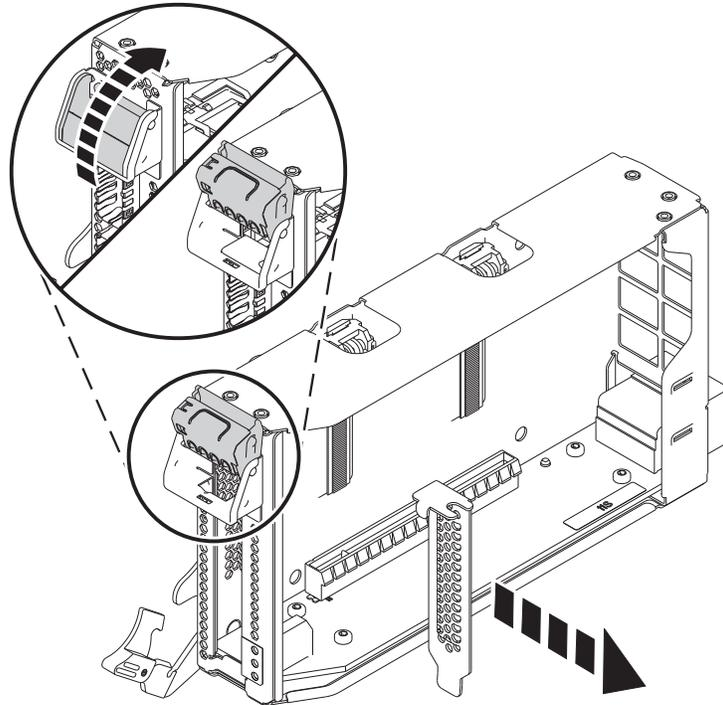

Abbildung 17. Platzhalterelement des PCIe-Adapters aus der Adapterkassette ausbauen
- c. Um das Platzhalterelement der Adapterkassettenhalterung zu entriegeln, drehen Sie die Verriegelung am Ende der Adapterkassettenhalterung der Kassette, wie in Abb. 17 auf Seite 19 dargestellt.
- d. Bauen Sie das Platzhalterelement der Adapterkassettenhalterung aus, wie in Abb. 17 auf Seite 19 dargestellt.